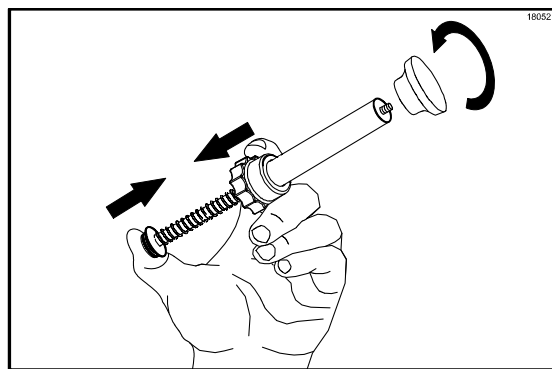

Рисунок 73
4. Чтобы снять головку сожмите пружину, удерживая при этом гайку, и нажмите на конец плунжера. Поверните головку против часовой стрелки. (См. рис. 73)